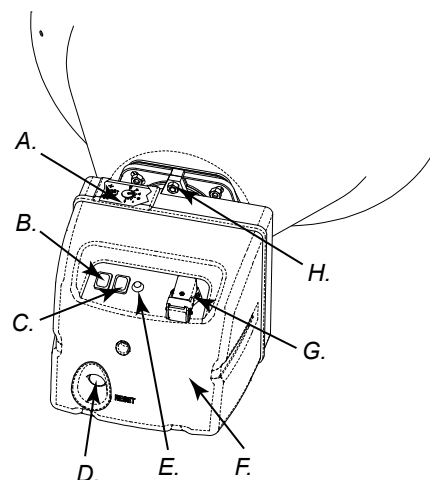

Figure 5 - Fonctions du
Mettre l'interrupteur (B Fig. 5) sur la position ON; la période de pré-ventilation démarre environ 10 secondes après le début de la combustion.
AVERTISSEMENT: Avant d'actionner le générateur, vérifiez que l'interrupteur (C Fig. 5) soit éteint (position ).
Allumez (pièce B Fig. 5) dans la position ON (I). La phase de pré-ventilation démarre, et après 10 secondes environ la combustion commence aussi. Pour obtenir une potentialité maximale il faut allumer (C Fig. 5) - position .